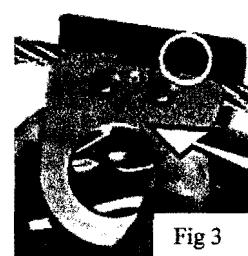

Fig 3
- 3/ Después, girar la leva superior (Fig.: 3) para liberar el espacio necesario para poder introducir el cable. Introducir completamente el carrito sobre el cable y soltar la leva.